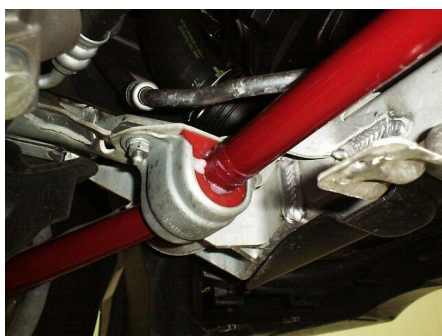

Bild 1
- Mittellager lösen und Lagerschalen entfernen (SW 13), Bild 1.
- Serien-Lagerschalen über die *Kunststofflager 45-20-013-01-01* stülpen und Verschraubung (SW 13) festziehen, Bild 1.